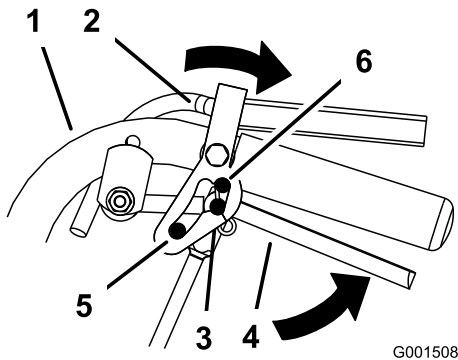

Figure 8
2. Placez les pouces sur la partie supérieure des verrous et ramenez les verrous en arrière à la position de POINT MORT (Figure 8).